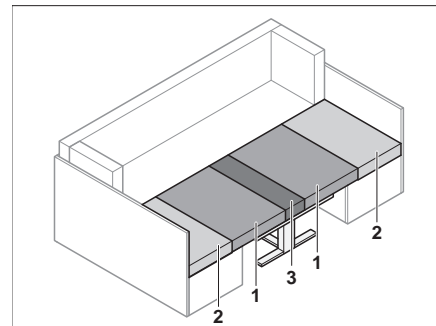

Bild 67 Nach dem Umbau
- Die Rückenpolster (Bild 67,2) abnehmen.
- Die Sitzpolster (Bild 67,1) zur Mitte ziehen.
- Die Rückenpolster (Bild 67,2) zwischen die Sitzpolster (Bild 67,1) und die Außenwand legen.
- Das Zusatzpolster (Bild 67,3) zwischen die Sitzpolster (Bild 67,1) auf den Tisch legen.